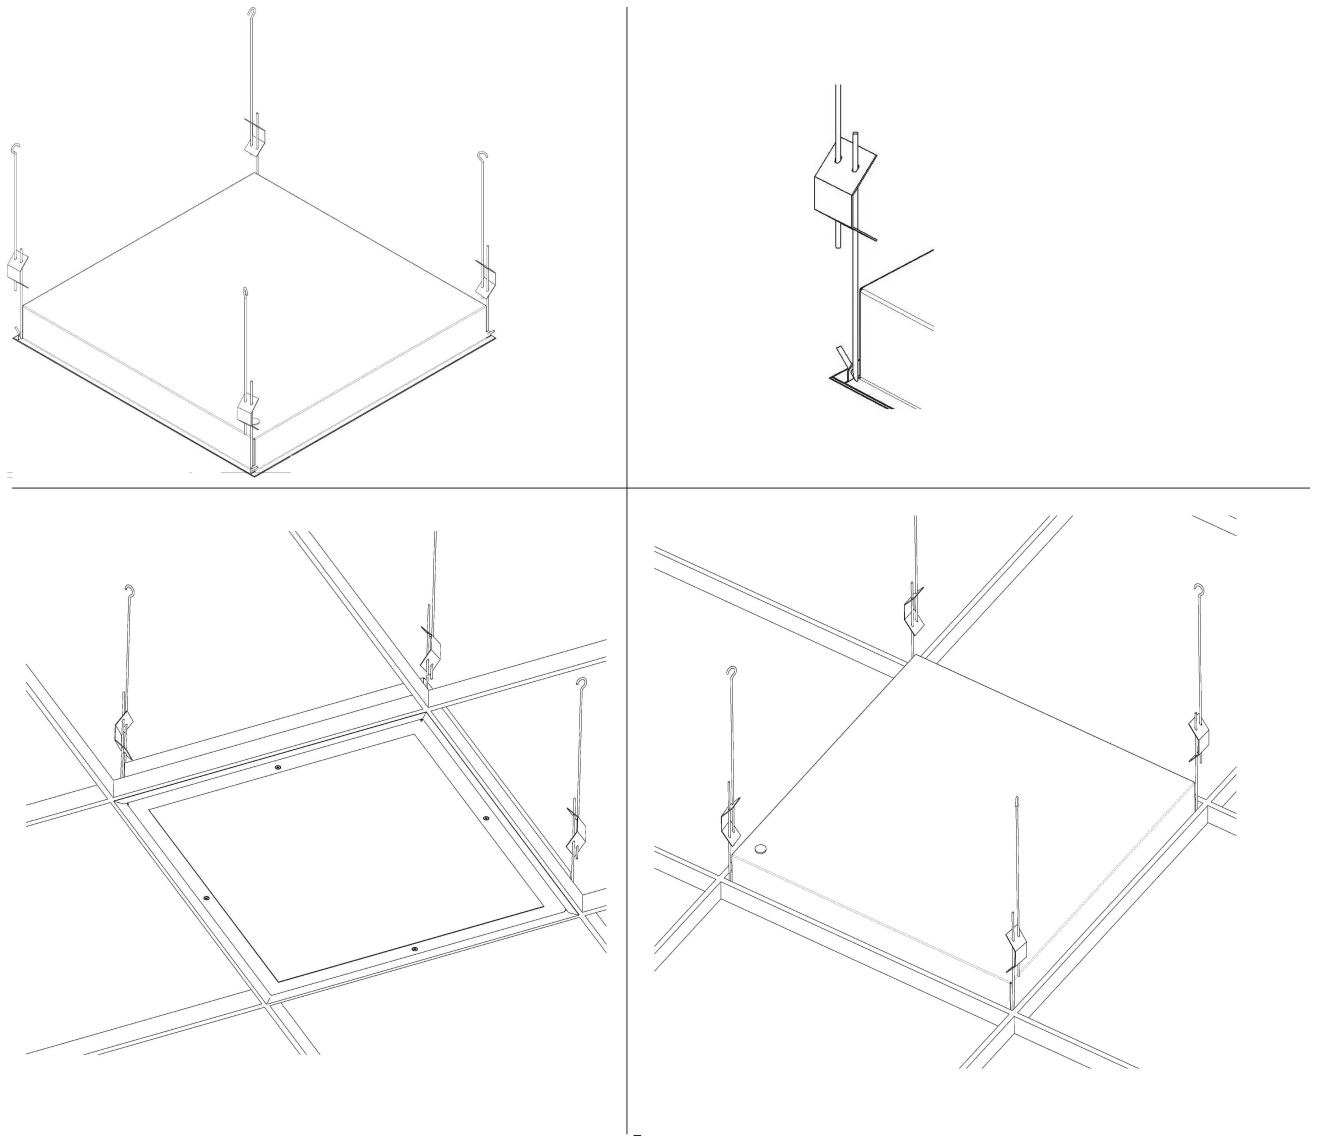

Рисунок 2.2 - Схема установки светильников в подвесной потолок "Griliato"
5.5 Установка светильника в подвесной потолок "Griliato": Установите корпус в сборе в подвесной потолок согласно схеме (рисунок 2.2)